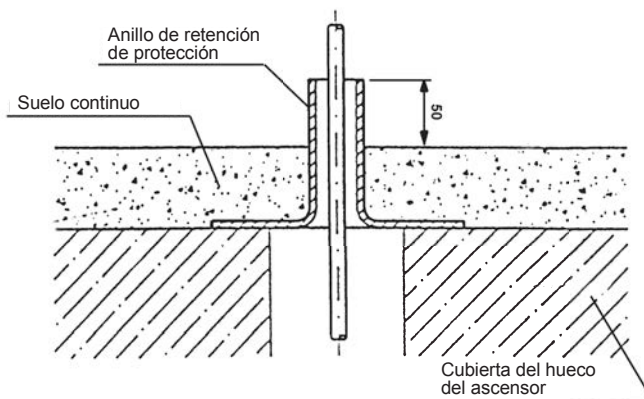

Fig. 1
Si después del montaje sobre el cemento se coloca un suelo continuo, se debe tener en cuenta el alto de éste (fig. 1).
- in nessun caso, il contrappeso deve avere contatto con il pavimento (Fig. 1 e 3), in caso contrario, il limitatore di velocità viene messo fuori servizio;